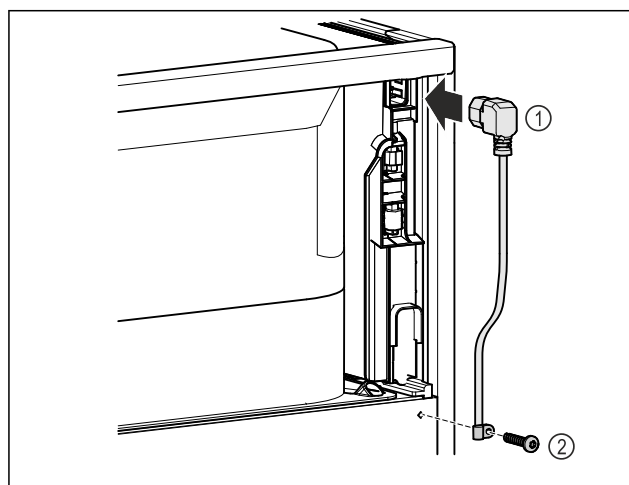

Fig. 40
- ▶ Utaknite utikač za hladnjak električnog kabela Fig. 40 (1) na stražnju stranu uređaja.
- ▶ Montirajte vlačno rasterećenje. Fig. 40 (2)